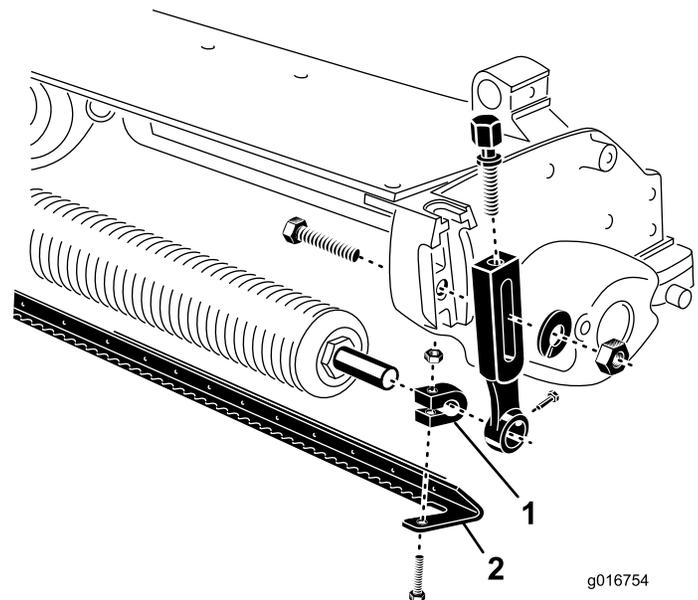

Figura 2
9. Instale, sem apertar, a escova a cada abraçadeira com parafuso e porca (Figura 2). Não aperte.
5. Insira uma abraçadeira de veio em cada extremidade do veio do rolo (Figura 2).
8. Posicione as escovas entre o rolo frontal e a unidade de corte como se mostra em Figura 2.